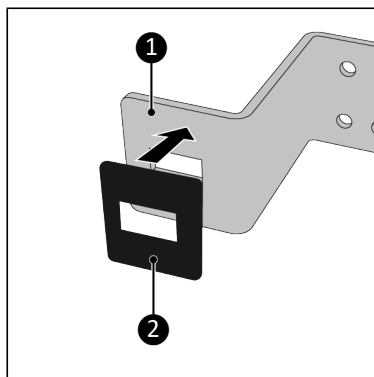

Figura 57.
6. Lipiți șmirghelul (Figura 57, nt. 2) pe interiorul părții inferioare a suportului (Figura 57nt. 1). Asigurați-vă că orificiul din șmirghel se aliniază cu orificiul din suport.